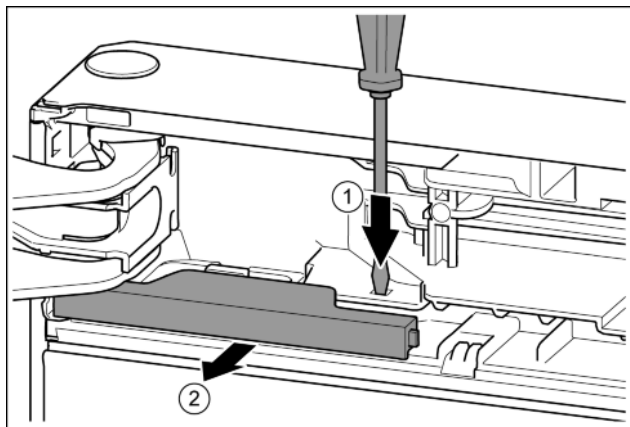

Fig. 10
- Pousser la languette avec un tournevis plat. Fig. 10 (1)
- Sortir le cache de l'encliquetage. Fig. 10 (2)